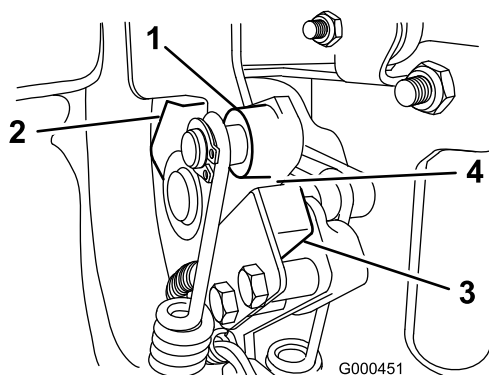

Figura 29
2. Innestate la leva della trazione finché non viene a contatto con il fermo in folle (Figura 29).
3. Allentate i dispositivi di fissaggio del microinterruttore (Figura 29).
4. Inserite uno spessore di 0,8 mm fra la leva di trazione ed il microinterruttore (Figura 29).